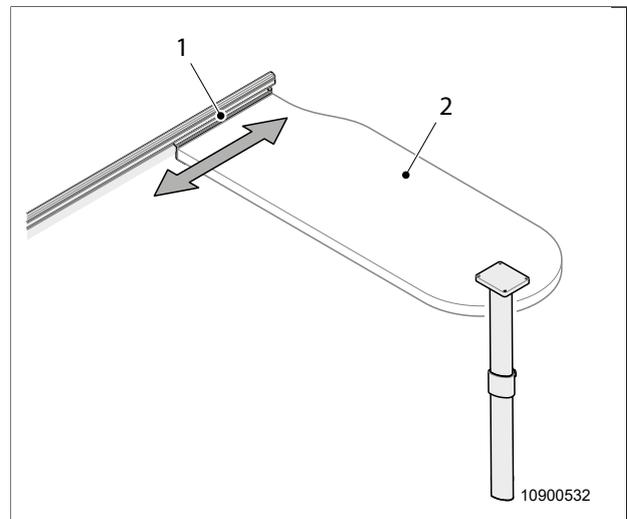

Fig. 22 Mesa de enganche
1. Levantar el tablero de mesa (Fig. 22, pos. 2) a la derecha.
2. En la situación levantada, desplazar la mesa a lo largo del riel guía (Fig. 22, Pos. 1) a la posición deseada.